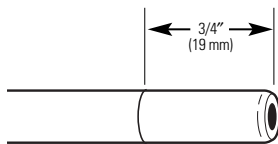

Fig. 5
1. Measure 3/4" from each cut end of the tubing and mark with a pencil (Fig. 5). **(Check for roundness, smoothness, cuts, nicks, flat spots and sharp edges.)**
1. Mesurer 1,9 cm (3/4 po) à partir de chaque extrémité du tube et faire une marque au crayon (Fig. 5). **(Vérifier que le tube est bien arrondi et lisse, et aussi sans ébréchures, coupures, surfaces aplaties ou arêtes vives.)**
1. Mida 3/4" desde el extremo de cada corte de la tubería y márkelo con un lápiz (Fig. 5). **(Revise los bordes en cuanto a su suavidad, redondez, presencia de cortes, hendiduras, espacios planos y filos.)**